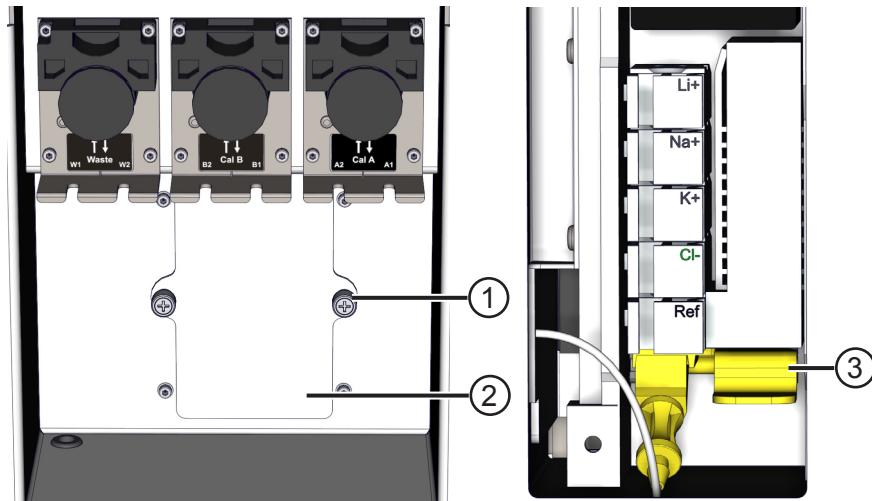

Figura 19 Collegamento dei tubi
Una volta aperto il coperchio anteriore si accede direttamente al modulo ISE. Vedi figura 19.
2. Svitare con la mano le due viti (1) e togliere il coperchio (2) per accedere al vano per la collocazione degli elettrodi.
5. Per inserire l'elettrodo di riferimento, premere la linguetta di color giallo (3) e inserirlo sino in fondo, quindi rilasciare la linguetta.
6. Inserire il resto degli elettrodi, secondo le posizioni indicate nella figura 19. Accertarsi che tutti abbiano l'anello di tenuta (O-ring) ben collocato. Asciugare con cura i residui di liquido.